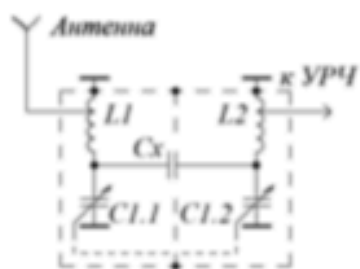

Рис. 1. Полосовой фильтр с внешней ёмкостью связи C_x . Схема принципиальная электрическая
При изготовлении полосовых фильтров (ПФ) на высоких частотах, обычно, между резонансными контурами навешивают конденсатор связи (C_x на рис. 1). С увеличением частоты, переходом на УКВ и СВЧ, ёмкость конденсатора связи становится очень малой (до долей пикофарады), а сам конденсатор становится комплексным изделием (ёмкость обкладок и индуктивность выводов), кроме того, его поверхность может служить как излучателем, так и приёмником нежелательных наводок.
которого доработан. На рисунке обозначена ёмкость конденсатора связи в ПФ – C_x , которая образована конструктивно поверхностями изолированных статоров блока КПЕ – (1), к каждому из которых, согласно схеме рис. 1, подключены катушки или полосковые линии, расположенные в экранированных отсеках. Экран (2), разделяющий секции блока КПЕ, имеет окно (рис. 2, справа), размером которого можно регулировать степень связи между контурами ПФ, изменяя, таким образом, ёмкость C_x . Такую же